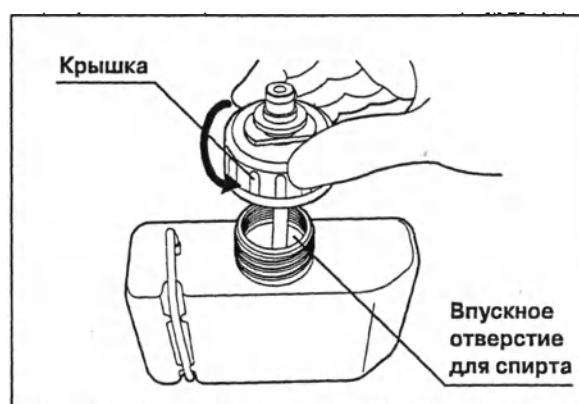

Рис. 4.65
4. Снимите крышку с горловины впускного отверстия для спирта, вращая его в направлении, показанном на рис. 4.65.